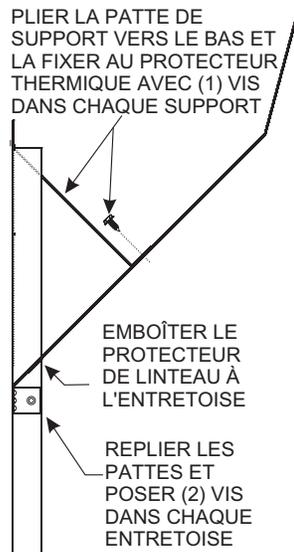

Figure 25
1. Les deux moitiés du protecteur de linteau et les (4) entretoises supérieures sont emballées ensemble et incluses avec le foyer. Préassembler chaque moitié du protecteur de linteau sur le dessus des ferrures d'entretoise supérieure avant de les installer sur le foyer et le linteau. **Voir Figure 25.**